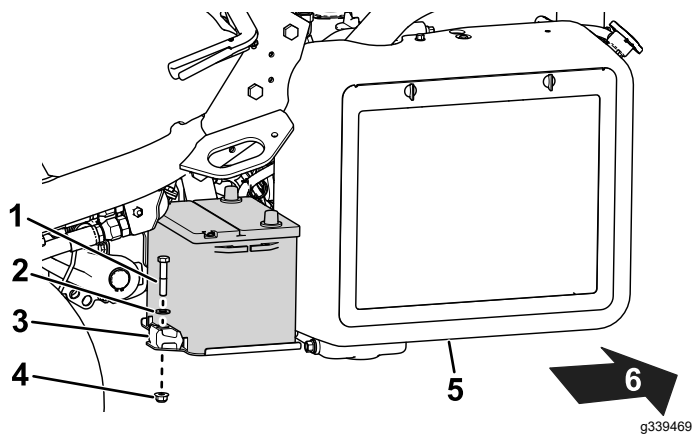

Figura 39
2. Togliete i dispositivi di fissaggio che assicurano la batteria al vassoio (Figura 39) ed estraete la batteria sollevandola.
- Posizionate la batteria sul suo vassoio e fissatela con le aste e gli elementi di fissaggio precedentemente rimossi (Figura 39).